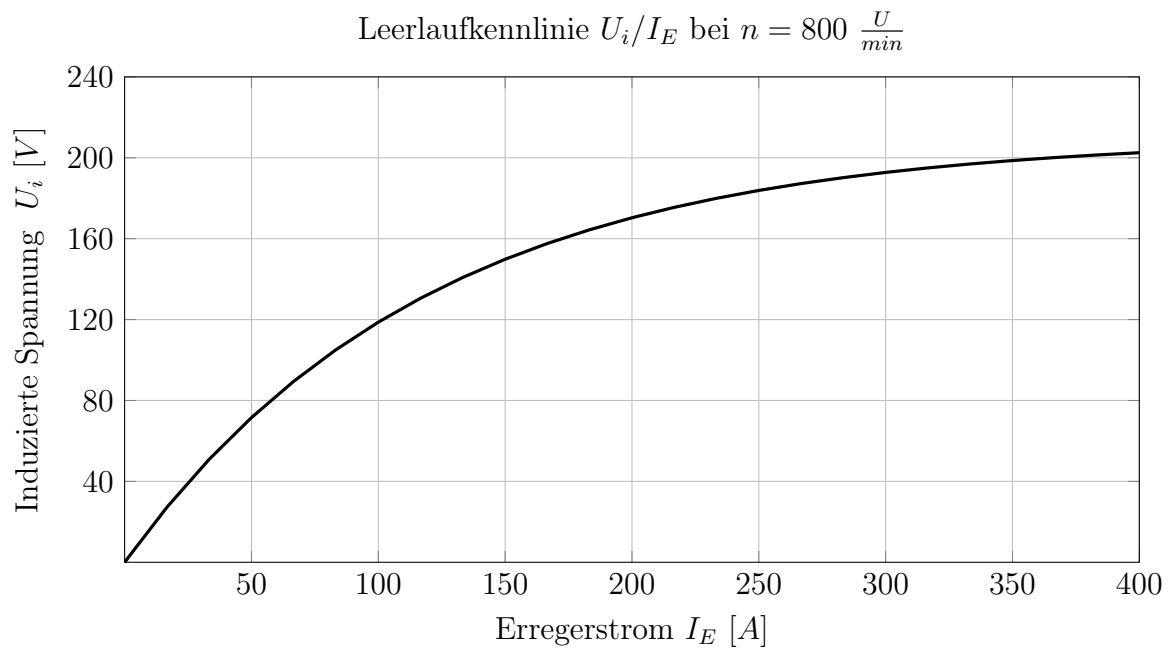

Abbildung 5: Leerlaufkennlinie
Eine Leerlaufkennlinie $\frac{U_i}{I_E}$ bei $n = 800 \frac{U}{min}$ ist gegeben (siehe Abb.5).
- Da es sich hier um eine **Reihenschluss**-Gleichstrommaschine handelt, ist der Strom, welcher durch die Erregerwicklung geht gleich dem Strom durch den Anker $I_A = I_E$. Aus der Abb.5 wird bei $I_A = 280 \text{ A}$ die Induzierte Spannung $U_i = 190 \text{ V}$ abgelesen. Das Moment errechnet sich nach Glg.(1.2.27).
4. Bei einem geänderten Ankerstrom wird auch eine andere Spannung induziert, wodurch $k_1 \Phi$ neu bestimmt werden muss. Aus der Abb.5 wird bei $I_A = 140 \text{ A}$ die Induzierte Spannung $U_i = 140 \text{ V}$ abgelesen. Das Moment errechnet sich nach Glg.(1.2.27).